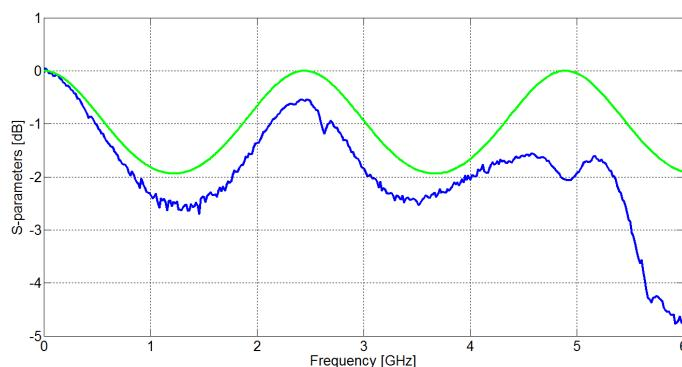

Figura 7: Comparación simulación y medición para líneas de  $50 \Omega$  (transmisión).
2. Grafique en Matlab ó AWR los mismos parámetros de dispersión para las dos líneas seleccionadas. Por ejemplo, en la figura 7 se muestra el gráfico de los parámetros  $S_{22}$  de las dos líneas de  $Z_0=100\ \Omega$ , tanto la larga (azul) como la corta (verde). Para este paso, utilice la función “Sparameters\_Graph” ó “Sparameters\_Graph\_AWR” (Opcional) ó AWR. Anote sus observaciones para su posterior análisis.